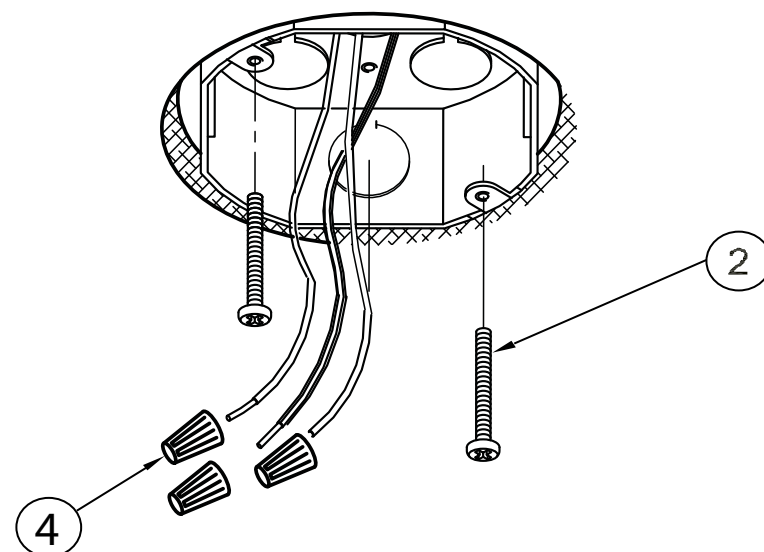

Figure 2
- Visser (2) vis 1.5 po d'environ ¼ po dans boîte de jonction Voir la figure 2.
- Rez appareil en soulevant Fixture de logement (3) à la boîte de jonction et brancher le fil de terre nu de cuivre de la boîte et le fil de terre vert de l'appareil avec un écrou de fil
- Utiliser les serre-fils pour connecter le fil noir de l'appareil au fil noir d'alimentation et le fil blanc (neutre) de l'appareil au fil blanc d'alimentation. Voir la figure 2.
- Placer le boîtier de l'appareil sur la boîte de jonction, aligner les fentes en trou de serrure du boîtier du luminaire sur les vis dépassant de la traverse installée sur la boîte de jonction. Pivoter le boîtier pour situer les vis dans les fentes, puis serrer les vis pour fixer le boîtier au plafond. Voir la figure 2.
- Pour installer le diffuseur (7) le soulever jusqu'au plateau en alignant les trois renforcements sur le bord du diffuseur sur les trois pinces (5) du plateau puis pousser le diffuseur vers le plafond. Le tourner dans le sens de rotation horaire usqu'à ce que le ressort des pinces retienne le diffuseur en place.
2. Thread two 1.5" Screws (2) about ¼" into junction box. **See Fig 2.**
3. Ground fixture by lifting Fixture Housing (3) to junction box and connect the bare copper ground wire from the junction box and the green ground wire from the fixture with a wire nut (4). **See Fig 2.**
4. Use Wirenuts (4) to connect the black fixture wire to the black power supply wire and the white (neutral) fixture wire to the white power supply wire. **See Fig 2.**
5. Hold Fixture Housing (3) in one hand and with the other hand position wires up into junction box.
6. Position Fixture Housing over junction box, aligning keyholes in Fixture Housing with two Screws (2) previously mounted to the junction box. Rotate the fixture housing to locate the Screws in the slots and tighten Screws to secure the housing against ceiling. **See Fig 2.**
7. To install Diffuser (7) by lifting Diffuser up to Pan, lining up the three indentations on the Diffuser rim with the three Clips (5) on the Pan and pushing Diffuser up against ceiling. Twist clockwise until spring tension of Clip holds Diffuser in place.
2. Enrosque (2) tornillos de 1.5" como ¼" dentro de la barra transversal. Vea Fig. 2
3. Accesorio de tierra levantando Fixture Vivienda (3) a la caja de conexiones y conecte el cable a tierra de cobre desnudo de la caja y el alambre verde de tierra del aparato con una tuerca para cable Vea Fig. 2
4. Use Capuchones de Alambres para conectar el alambre negro de la luminaria al alambre negro suplidor de electricidad y el alambre blanco (neutral) de la luminaria al alambre blanco suplidor de electricidad. Vea Fig. 2.
6. Coloque caja de la luminaria sobre la caja de ensambladura alineando los agujeros de la caja de la luminaria con los tornillos que extienden de la barra transversal previamente montados a la caja de ensambladura. Gire la caja de la luminaria hasta localizar los tornillos en las ranuras y apriete los tornillos para asegurar la caja de la luminaria contra el techo. Vea Fig. 2.
7. Instale el Difusor (7) levantando Difusor de Cristal hacia la Cacerola, alineando las tres muescas en el borde del Difusor con las tres Grapas (5) en la cacerola y empuje el Difusor hacia arriba contra el techo. Tuerza a la derecha hasta que el resorte de tensión de la Grapa agarre el Difusor en su lugar.